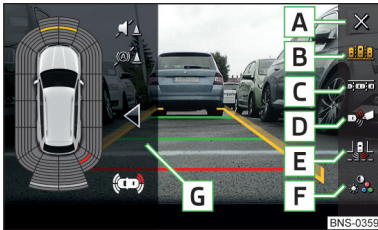

Abb. 277
Funktionsflächen » Abb. 277
- Die Funktionsfläche **C** » Abb. 277 auf Seite 238 antippen.